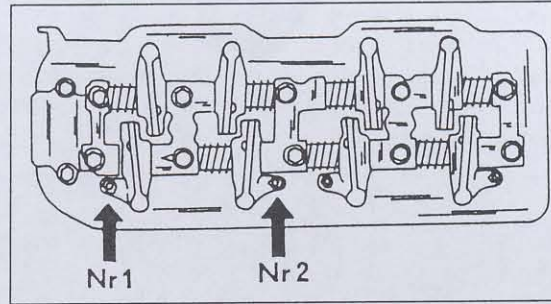

Bild 78
- Die beiden Ventile, d.h. die beiden "Jet"-Ventile des 1. und 2. Zylinders einstellen. Die genannten Ventile sind in Bild 78 gezeigt.